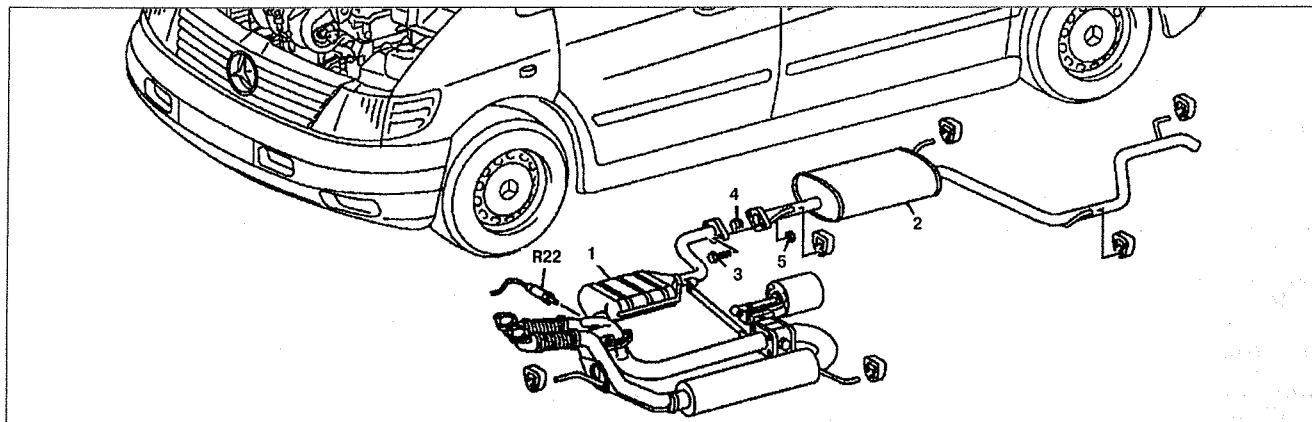

Рис. 2.6. Выпускная труба:
2. Снимите фланец 1 передней и задней части 2 частей выпускной системы (см.рис.2.6).